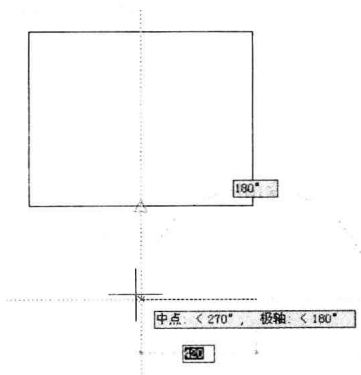

图 1-13 对象追踪
- 对象追踪：参照现有对象定义新点的位置。该开关处于打开状态时，用户可以通过捕捉对象上的关键点，然后沿正交方向或极轴方向拖动光标，系统将显示光标当前位置与捕捉点之间的关系。找到符合要求的点时，直接点取。图 1-13 表示了捕捉矩形下边的中点向下（270°）420 单位的点。触发该开关，在命令行上会显示“<对象捕捉追踪 开>”或“<对象捕捉追踪 关>”的提示信息。